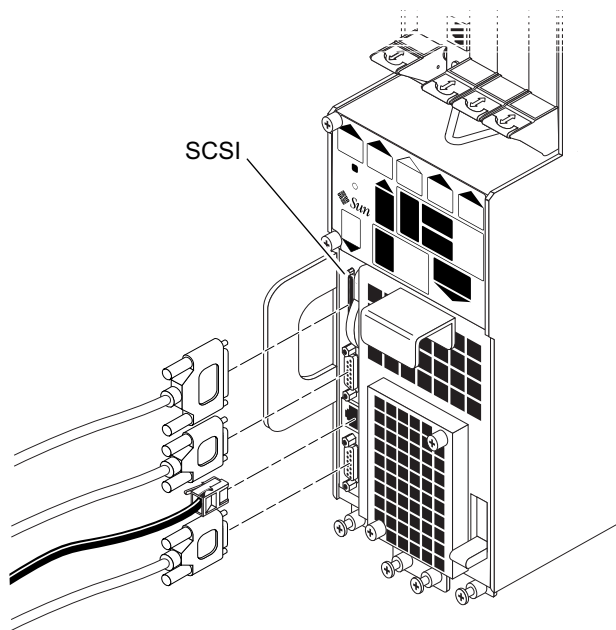
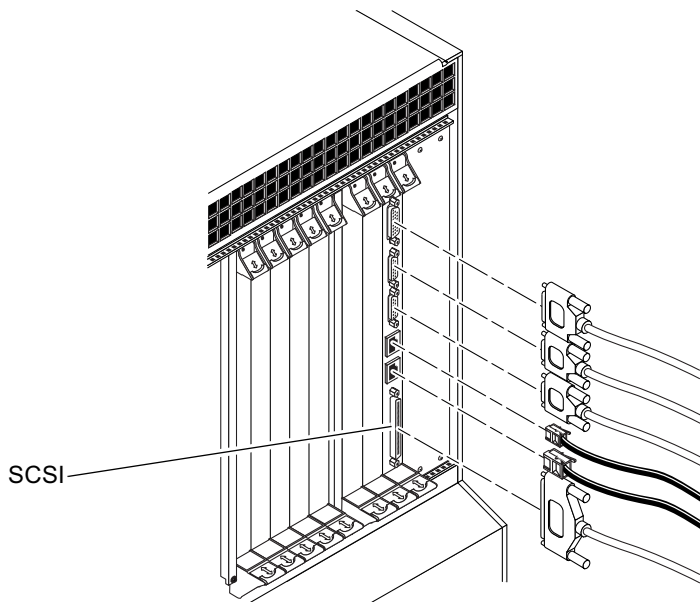
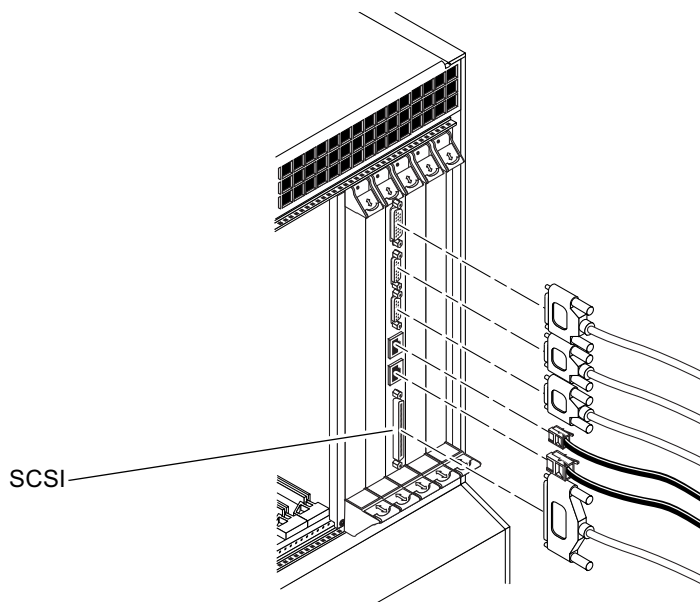

图 5-43 确定 CPU 前转换卡上 SCSI 端口的位置 (Netra ct 400 服务器)
图 5-44 CPU 后转换卡上的连接器 (Netra ct 800 服务器)
图 5-45 CPU 后转换卡上的连接器 (Netra ct 400 服务器)
- 如果您的服务器是前连接型 Netra ct 400 服务器, 则 SCSI 端口位于电源装置左侧的 CPU 前转换卡上 (图 5-43)。
- 如果是后连接型 Netra ct 800 服务器或 Netra ct 400 服务器，SCSI 端口位于机箱后部的 CPU 后转换卡上 (对于 Netra ct 800 服务器，此卡安装在 1 号 I/O 插槽中，而对于 Netra ct 400 服务器，此卡安装在 3 号 I/O 插槽中)。图 5-44 显示了 Netra ct 800 服务器 CPU 后转换卡 (CPU RTC) 上连接器的位置，图 5-45 显示了 Netra ct 400 服务器 CPU RTC 上的连接器的位置。对于 Netra ct 800 服务器和 Netra ct 400 服务器，CPU 后转换卡是相同的；只是在后插件箱中的位置不同。
- 如要将外部 SCSI 设备连接到 Netra ct 400 服务器的 CPU 前转换卡或者两种 Netra ct 服务器的后转换卡，请将 VHDC-to-SCSI 3 适配器电缆的 VHDC 一端连接到转换卡上的 SCSI 端口（请参阅图 5-43、图 5-44 或图 5-45）。